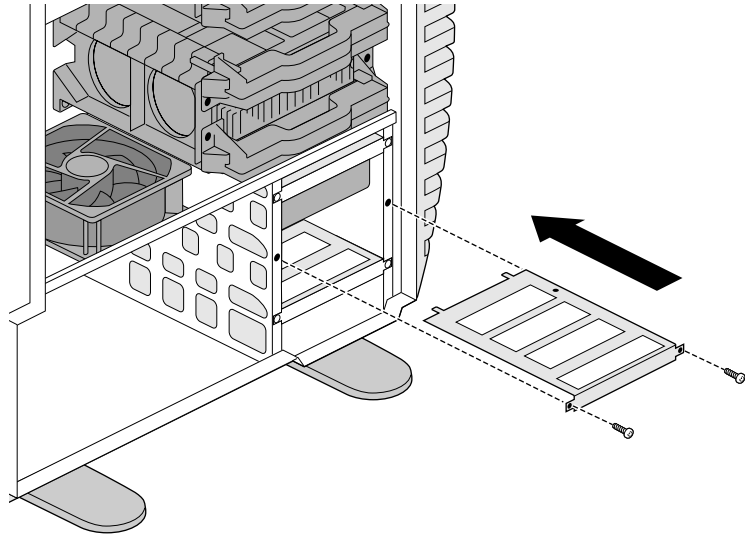

Figure 4-20 Insertion du support
- Pour remettre en place un support sans disque, insérez le support dans la baie libre, comme indiqué à la Figure 4-20.